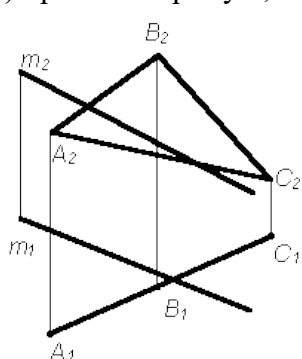

Рис.5.
5. Построить точку пересечения прямой  $m$  и плоскости  $P(\Delta ABC)$  (рис. 5).